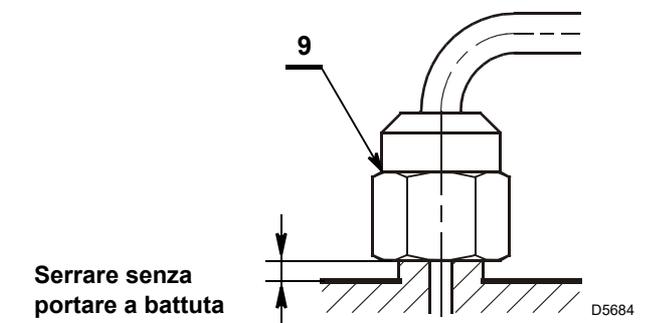

Fig. 14
- Avvitare correttamente l'ugello 6) stringendolo come mostrato in Fig. 14.
Al rimontaggio del gruppo portaugello avvitare il dado 9), come raffigurato in Fig. 14.